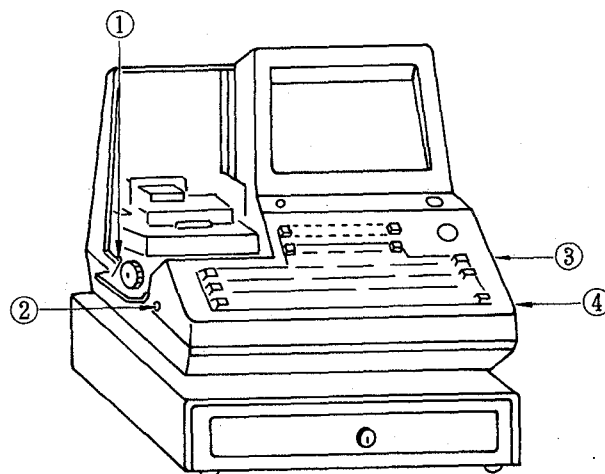

Fig. 39
- 3) Retirer les vis (4), comme il est montré à la Fig. 39 et enlever le boîtier supérieur.